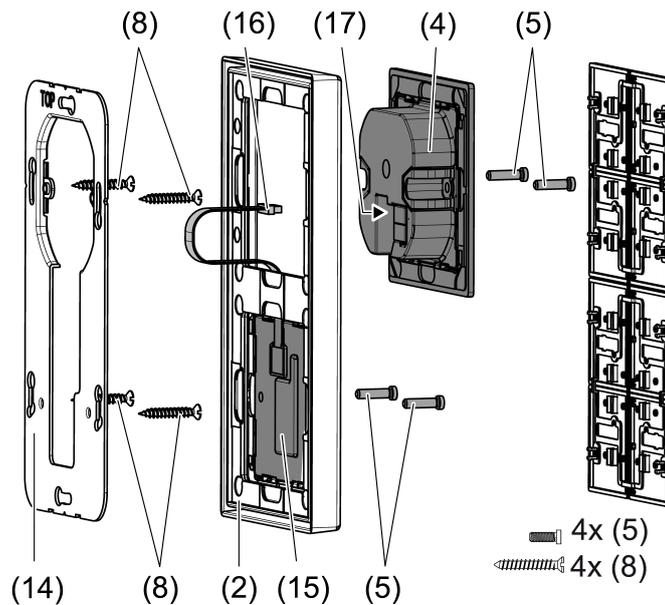

рисунок 2: Монтаж с расширительным модулем тактильных датчиков
При использовании расширительного модуля тактильных датчиков (см. рисунок 2): предпочтителен вертикальный монтаж. Используйте большое опорное кольцо (14). При монтаже только в одной розетке для скрытого монтажа нижние винты утопите в стене, например, с отверстием $\varnothing 6 \times 10$ мм. Опорное кольцо используйте в качестве шаблона.
- Опорное кольцо (1) или (14) установите в правильном положении на монтажную коробку. Учитывайте маркировку **TOP** = верх; маркировка **A** или **B** спереди. Используйте исключительно прилагаемые винты для розеток (8).
- Установите рамку (2) на опорное кольцо.
- Расширительный модуль тактильных датчиков (15) предпочтительнее монтировать снизу. Проложите соединительный провод (16) между опорным кольцом и промежуточной перемычкой.
- Расширительный модуль тактильных датчиков: соединительный провод (16) установите в правильном положении в гнезде (17) в модуле тактильных датчиков. Не допускайте заземления соединительного провода (см. рисунок 2).
- Модуль тактильных датчиков (4) с контактным зажимом KNX (7) подсоедините к KNX и установите на опорное кольцо.
- Закрепите модуль тактильных датчиков на опорном кольце с помощью прилагаемых пластмассовых винтов (5). Не затягивайте пластмассовые винты слишком сильно.
- Перед монтажом кнопок (6) запрограммируйте физический адрес в приборе.